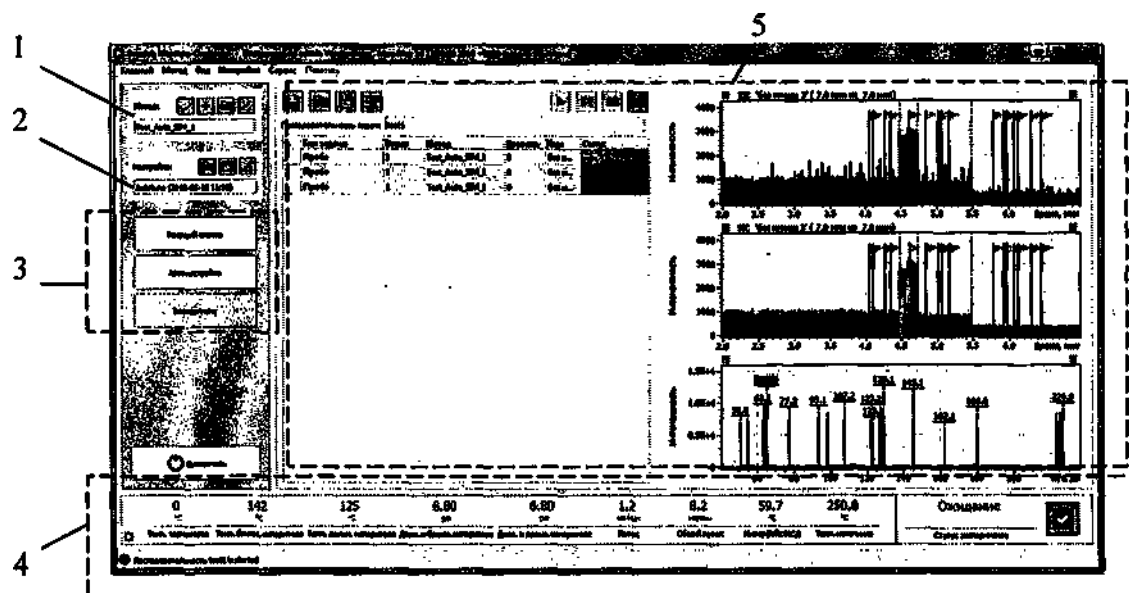

Рисунок 183 – Главное окно прикладной программы Маэстро-Оператор:
- После включения масс-селективного детектора (МСД), достижения нужной степени разрежения и прогрева источника ионов, система переходит в режим готовности к работе. Достижение параметрами требуемых уровней значений можно контролировать по показаниям панели 4 (рис. 183).
- Перед проведением анализов (экспериментов), владелец системы переводит прибор в режим Автонастройка (нажатием клавиши Автонастройка на панели 3, рис. 183) и запускает нужный вид автоматической настройки или проверку состояния масс-селективного детектора [Verification tune (Operator)].
- Перевод в режим выполнения анализа (проведения эксперимента) обеспечивается нажатием клавиши Эксперимент на панели 3, рис. 183). Затем, владелец системы может создать новый метод работы с прибором (метод регистрации) или вызвать уже созданный из базы данных (БД), пользуясь клавишами панели 1 (рис. 183).
- Система выполняет анализы автоматически. Полученные данные отображаются на панели 5 (рис. 183) и сохраняются в базе данных (БД) в качестве результатов экспериментов (т.е. результатов анализов).